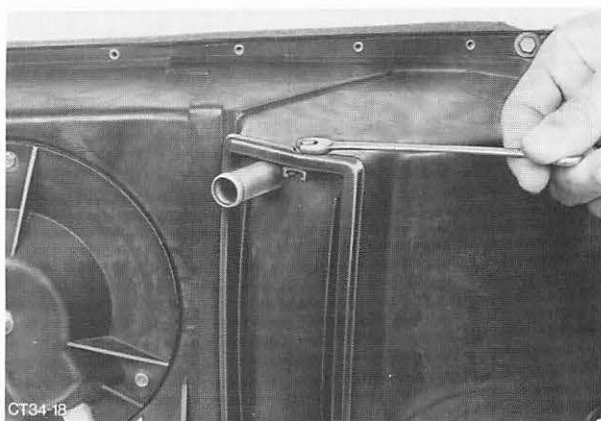

Abb. 38 Abdeckplatte – Wärmetauscher abbauen
2. Abdeckplatte des Wärmetauschers abbauen (2 Blechschrauben). Abb. 38.